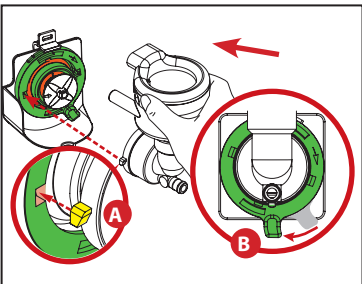

Fig.4
3. Ikutin ang mounting plate pakanan hanggang sa tumapat ang mga butas ng mixer sa mga posisyong 3 o'clock at 9 o'clock. Itapat ang mga guide hook sa mixer bowl at ilagay ang mga iyon sa plate at sa chassis (A). Panghuli, i-lock ang mixer bowl sa pamamagitan ng pag-ikot sa mounting plate pakanan hanggang sa tuluyan itong huminto sa pag-ikot at nasa posisyon na Naka-lock ang tab (B). (Tingnan ang Fig.4)